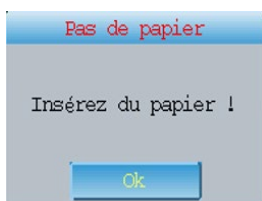

Figure 6-2 Invite de manque de papier
6.1.3 Si le papier d'enregistrement s'épuise pendant l'enregistrement, l'appareil cessera automatiquement d'imprimer et l'écran affichera un message indiquant qu'il n'y a plus de papier, comme le montre la figure 6-2.